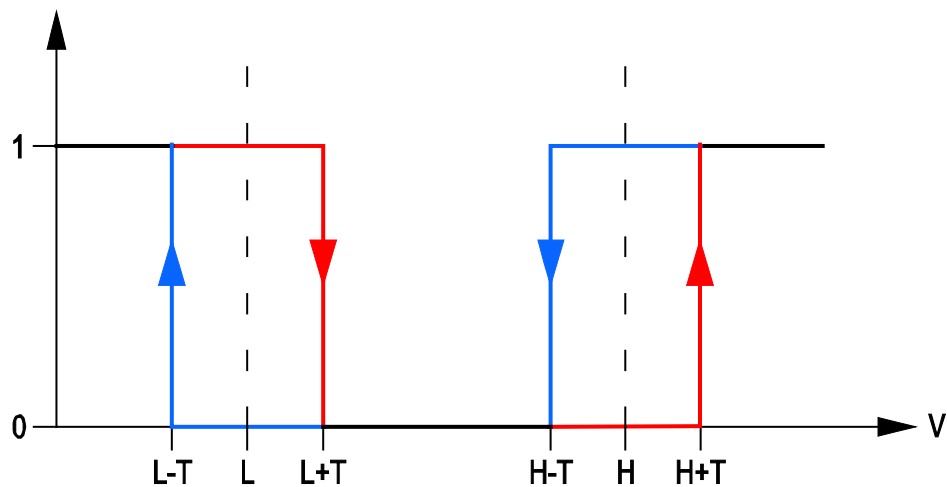

Fig. 11. Modo de operativa de las entradas analógicas. 0 – ninguna violación. 1 – violación.
- el voltaje en la entrada analógica tiene que caer por debajo del umbral L (menos tolerancia) o bien aumentar por encima del umbral H (más tolerancia) para que el módulo pueda registrar el exceso del valor programado (ver: fig. 11).